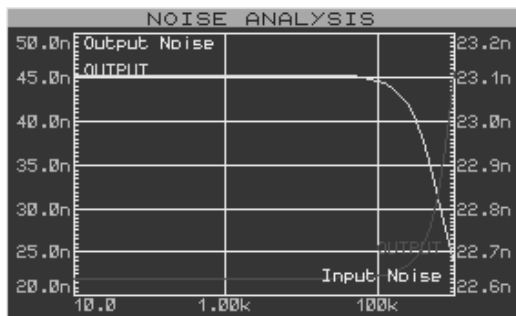

图 1-3 741 放大电路的噪声分析
- 噪声分析：显示随频率变化的输出噪声和等效输入噪声电压，并列出电路各部分所产生的噪声电压清单。741 放大电路的噪声分析如图 1-3 所示。